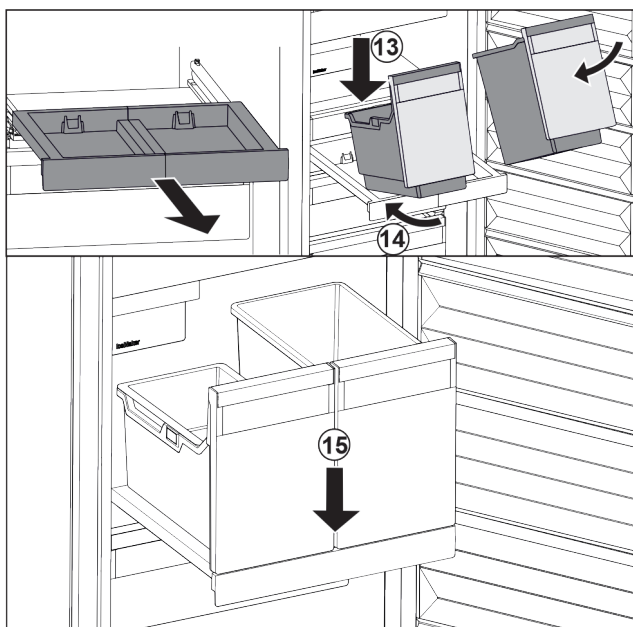

Fig. 106
- ▶ Наклоняя вниз, установите контейнеры на выдвижную панель. Fig. 106 (13)
- ▶ Вставьте контейнеры, наклоняя вниз, назад. Fig. 106 (14)
- ▶ Снимите контейнеры спереди. Fig. 106 (15)